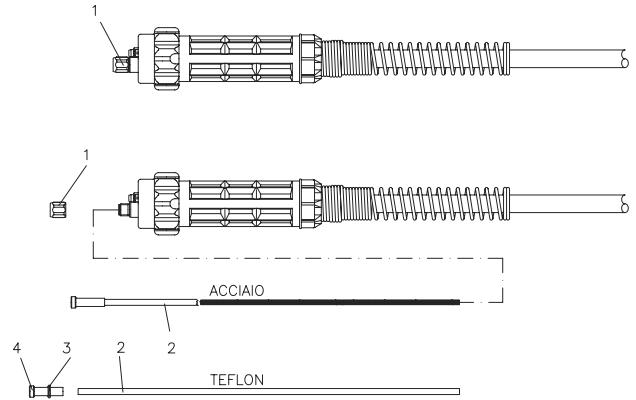

FIG. 12
• En cas de raccord Euro (Fig.12) :
- La positionner sur une surface plane et enlever doucement l'écrou en laiton (1).
- Extraire la gaine (2).
- Introduire la nouvelle gaine et remonter l'écrou en laiton (1).
- Insérer la gaine, enfiler el (3) dans la tête ferme-gaine (4).